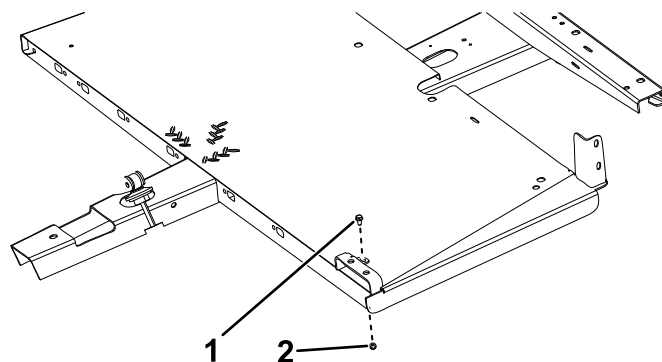

Figure 5
2. Fixez les supports de plancher en haut du cadre, comme montré à la Figure 5.